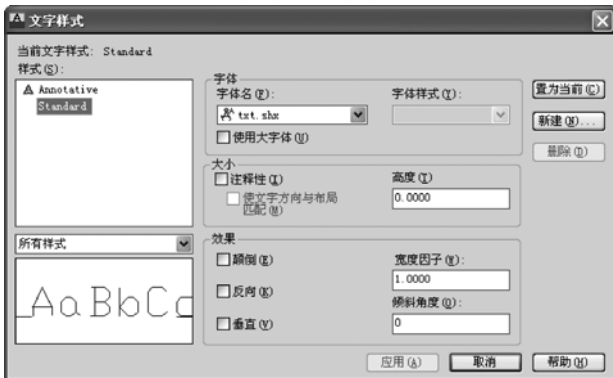

图 1-12 “文字样式”对话框
1. 单击“文字”工具栏或“样式”工具栏中的“文字样式”按钮，或选择菜单“格式”→“文字样式”选项，弹出如图 1-12 所示的“文字样式”对话框，系统默认的文字样式名为 txt.shx。